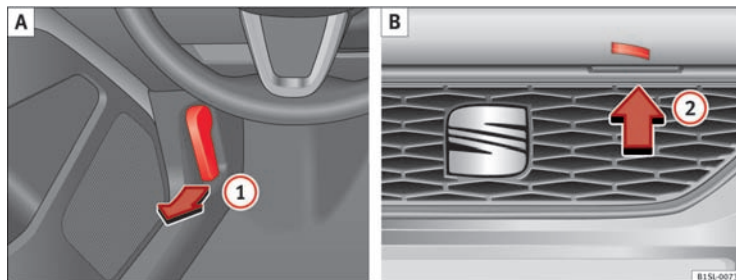

Fig. 104 A: udløserarm i fodrummet i førersiden. B: udløserarm på motorhjelms
- Inden du åbner motorhjelmen, skal du sikre dig, at viskerarmene ligger ind mod forruden ⇒ ①.
- Træk udløserarmen ① i pilens retning ⇒ Fig. 104 A. Motorhjelmen springer ud af låseholderens lås ved hjælp af fjederkraft ⇒ ⚠.
- For at åbne motorhjelmen helt skal du løfte den en smule og samtidig trykke udløserarmen ② B i pilens retning.
- Tag holderen ud af fastgørelsen ③ C på motorhjelmen i pilens retning, og sæt den ind i den åbning ④ D (pil), der er beregnet til det.